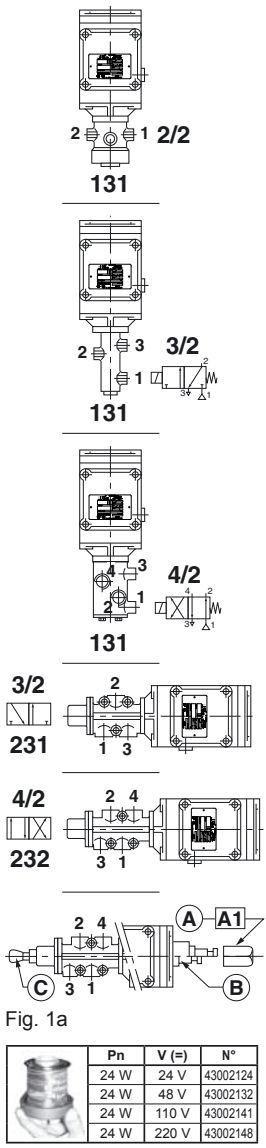
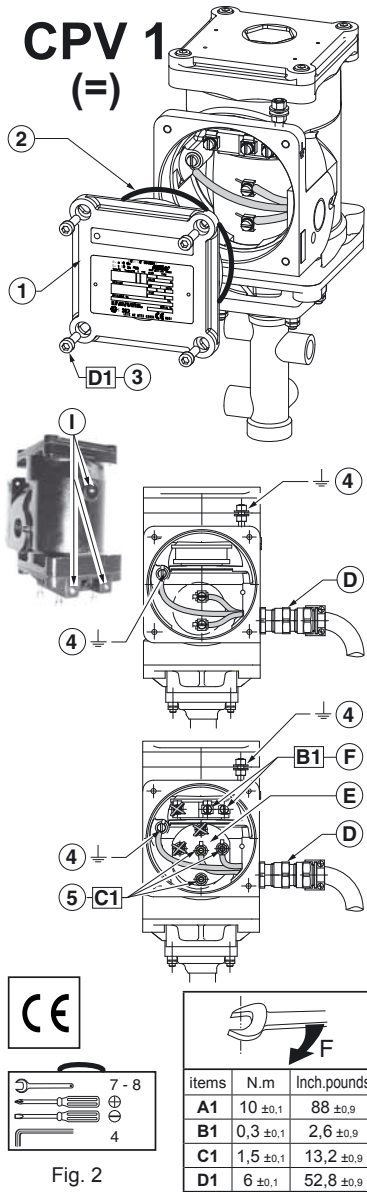
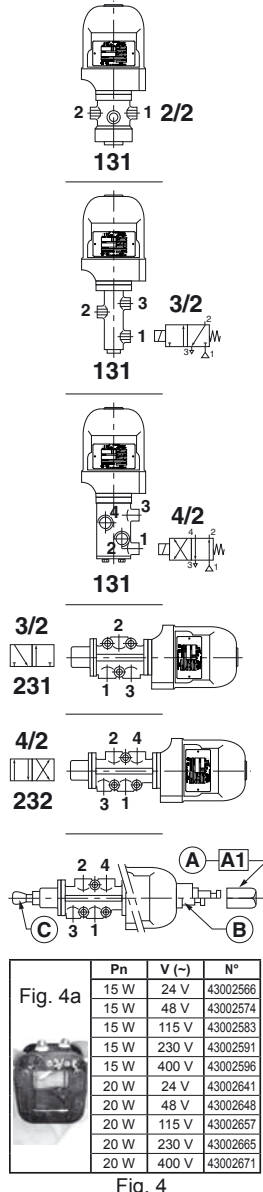

Fig. 1
Fig. 2
Fig. 4
- Электромагнитные клапаны серии 131 разрешается устанавливать только вертикально, при чем электромагнитное управляющее устройство должно быть обращено вверх (во всех вариантах) (рис. 1 и 4).
- Золотниковые клапаны серий 231 и 232 разрешается устанавливать только горизонтально. (Рис. 1 и 4).
- Для сборки использовать установленные отверстия M6 (3 для типа CPV1, 2 для типа MPV1 (I)).
Для подсоединения проводов к клеммам катушки снимите крышку с электромагнитного управляющего устройства (поверните для снятия). Удалите внешнюю изоляцию с кабеля и снимите несколько миллиметров изоляции с проводов. Вставьте кабель в кабельное уплотнение и подсоедините провода к клеммам катушки; подсоедините провода дополнительного реле (в некоторых устройствах): тип CPV1, рис. 2 - тип MPV1, рис. 4.
**Тип CPV1 (рис. 1, 2 и 3)**
- При наличии клеммной платы (в некоторых устройствах) ее необходимо разобрать для снятия катушки в сборе. Для этого откройте 2 гайки (5), снимите клеммную плату и разберите 2 установочных штифта на клемме катушки (используйте соответствующий инструмент во избежание повреждения 2 установочных штифтов) (3b).
- При сборке убедитесь, что блок правильно установлен (3g) – кулачок (G) должен находиться в выльчатом захвате (H) таким образом, чтобы язычки были обращены к крышке.
**Тип MPV1 (рис. 4, 5 и 6)**